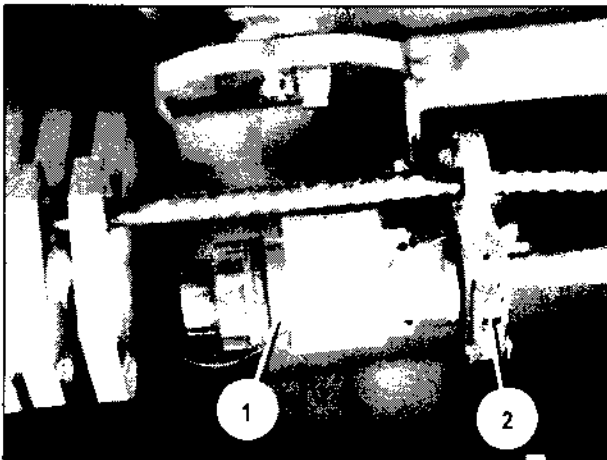

Bild 131
2. Klappbügel (Bild 131/2) an der Kabelführung öffnen und Stecker (Bild 131/1) des Vielfachkabels FM 1000 aus der Kabelführung herausziehen.